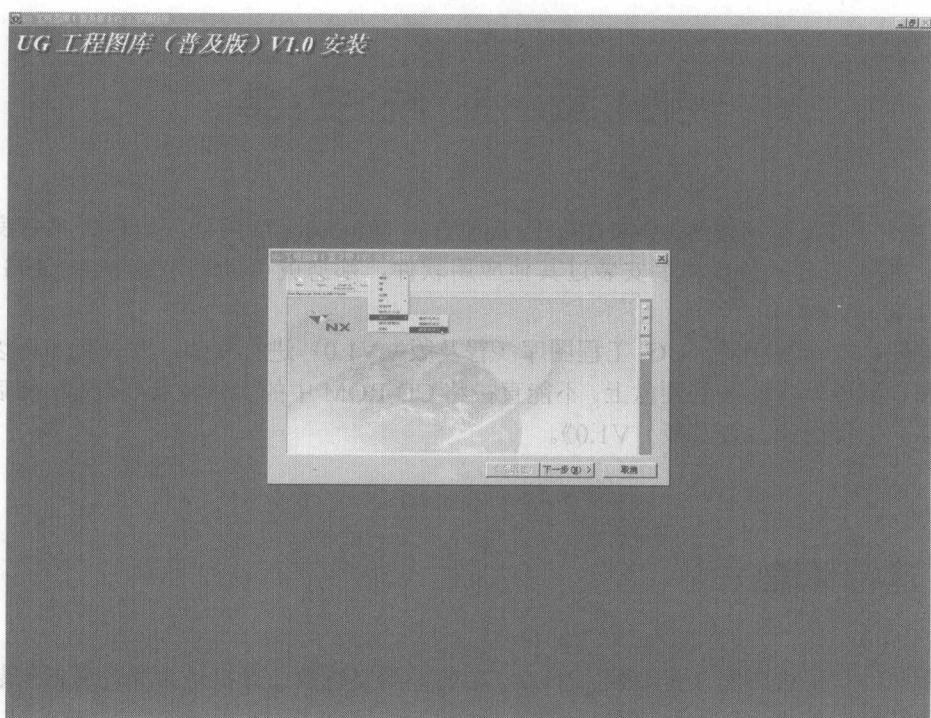

图 1-1 安装程序界面
(1) 在 CD-ROM 驱动器中放入《UG 工程图库（普及版）V1.0》安装盘。
(2) 如果系统没有自动进入安装程序，请双击安装盘中的安装程序“UG 工程图库（普及版）V1.0.exe”，用户首先看到的是安装程序界面，如图 1-1 所示。